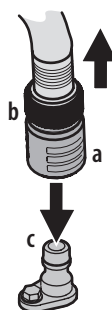

Figure 21
3. Tirez sur le collier d'arrêt (a) de l'adaptateur (b) pour retirer l'adaptateur (b) de l'embout du système de nettoyage du plateau de coupe (c). Relâchez le collier d'arrêt pour fixer l'adaptateur sur l'embout du système de nettoyage du plateau de coupe. Voir Figure 21.